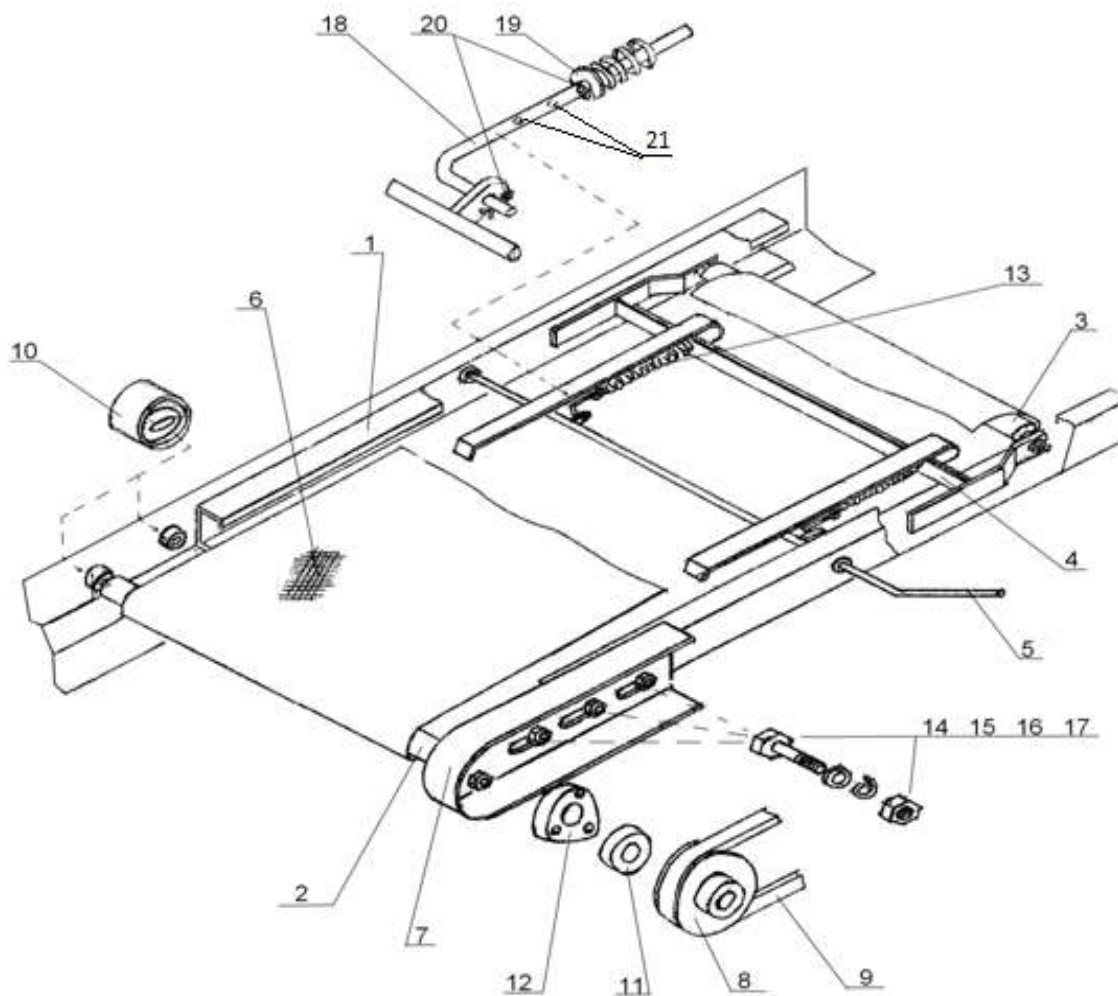

Рис.9 Регулировка натяжения и направления движения транспортной ленты
7.1 На жатке “Дон Мар” установлены два ленточных транспортера - на правой и левой платформах. Натяжение транспортерной ленты выполняется пружинным устройством, с помощью рычага рис.9, поз 5.
Сход транспортерной ленты на край устраняется перемещением приводного конца ведущего ролика поз.2 рис.9, закрепленного на кожухе поз.7.